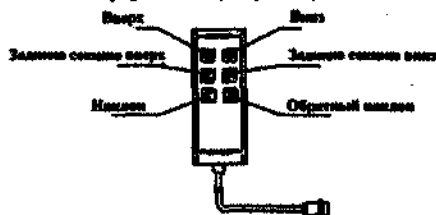

Рисунок 5
6.3. Пульт дистанционного управления (Рисунок 5)